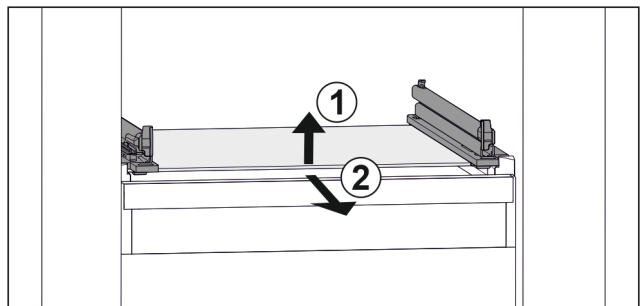

Fig. 104 Beispielhafte Darstellung der Glasplatte
- ▶ Glasplatte vorne anheben. Fig. 104 (1)
- ▶ Glasplatte nach vorne entnehmen. Fig. 104 (2)